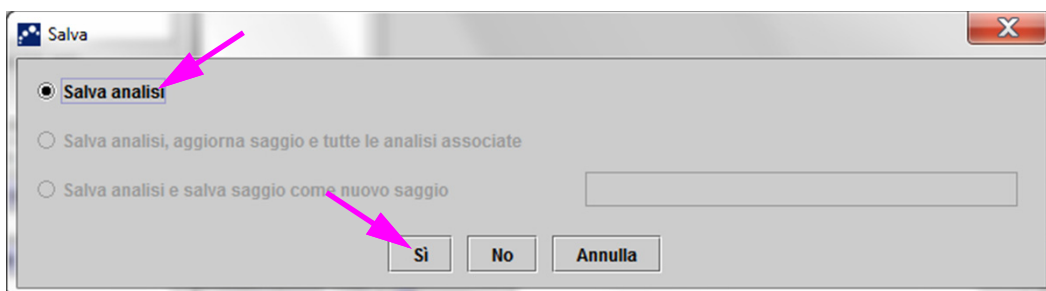

Figura 5-51. Finestra di dialogo Salva
5. Fare clic su **Sì** per salvare le modifiche e proseguire. Il software tiene traccia della cronologia delle modifiche (vedere la Figura 5-51).